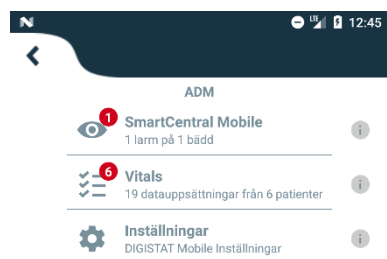
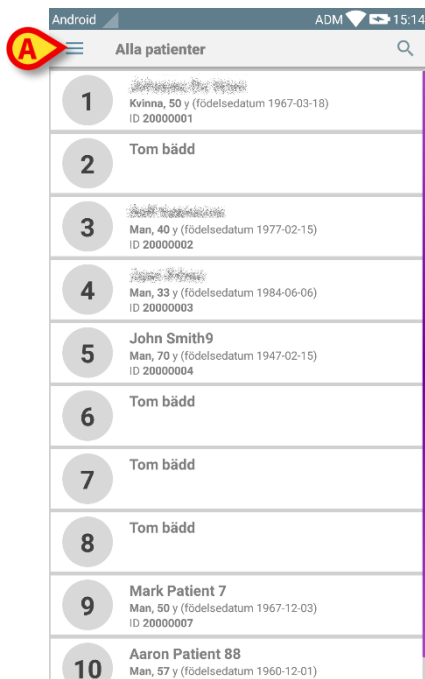

Fig. 32
Fig. 33
I det nedre vänstra hörnet på skärmbilden med listan över moduler specificeras det om enheten för närvarande är inställd på Mina patienter eller Alla patienter (Fig. 32 A).
- Tryck på indikationen (Fig. 32 A) för att visa den hanterade patientlistan (Fig. 33).
- Tryck på ikonen  (Fig. 33 A).